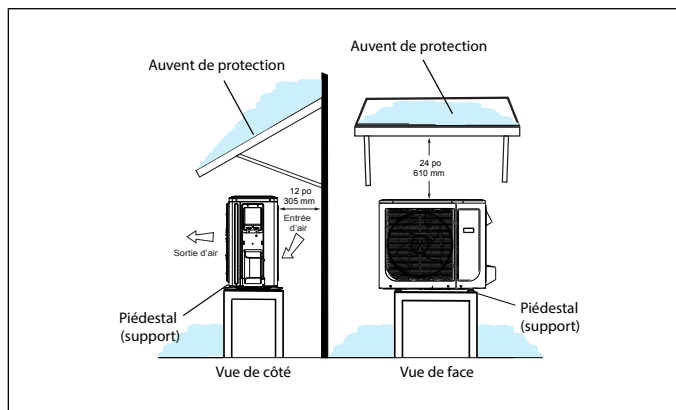

Figure 6. Unité extérieure sur piédestal et sous auvent de protection
- Il est suggéré de construire un auvent ou un abri si l'unité extérieure est exposée toute la journée directement aux rayons du soleil avec des températures dépassant 100 °F (38 °C). Cela est nécessaire à cause de l'arrêt de sécurité de protection de l'électronique réglé à 122 °F (50 °C). Si l'unité extérieure est exposée aux rayons directs du soleil, ce contacteur peut activer la sécurité et arrêter l'unité. Un auvent est recommandé comme illustré à « Figure 6. Unité extérieure sur piédestal et sous auvent de protection » à la page 21 ou « Figure 11. Abri de style niche à chien » à la page 22.
- Installer l'unité extérieure à l'écart des porte-à-faux des toits pour empêcher l'eau ou la glace de tomber sur ou devant l'échangeur ou l'unité. Construire un auvent comme illustré à la « Figure 6. Unité extérieure sur piédestal et sous auvent de protection » à la page 21.